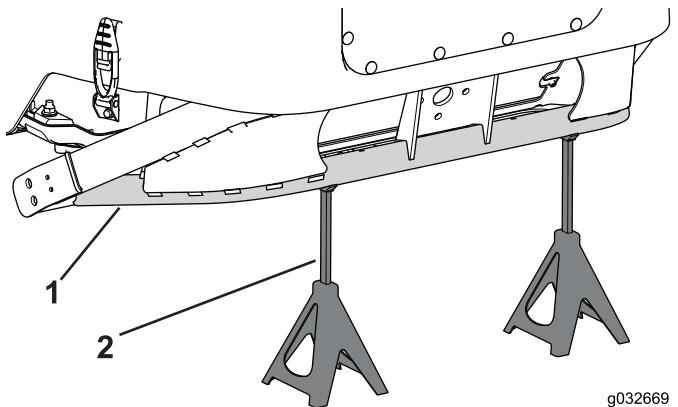

Figure 115
- Avec un cric d'atelier, soulevez suffisamment l'arrière de la machine pour permettre l'installation des roues d'été et soutenez le cadre avec des chandelles (Figure 115).
6. Avec un cric d'atelier, abaissez les roues d'été au sol et soutenez l'arrière du cadre avec des chandelles (Figure 115).